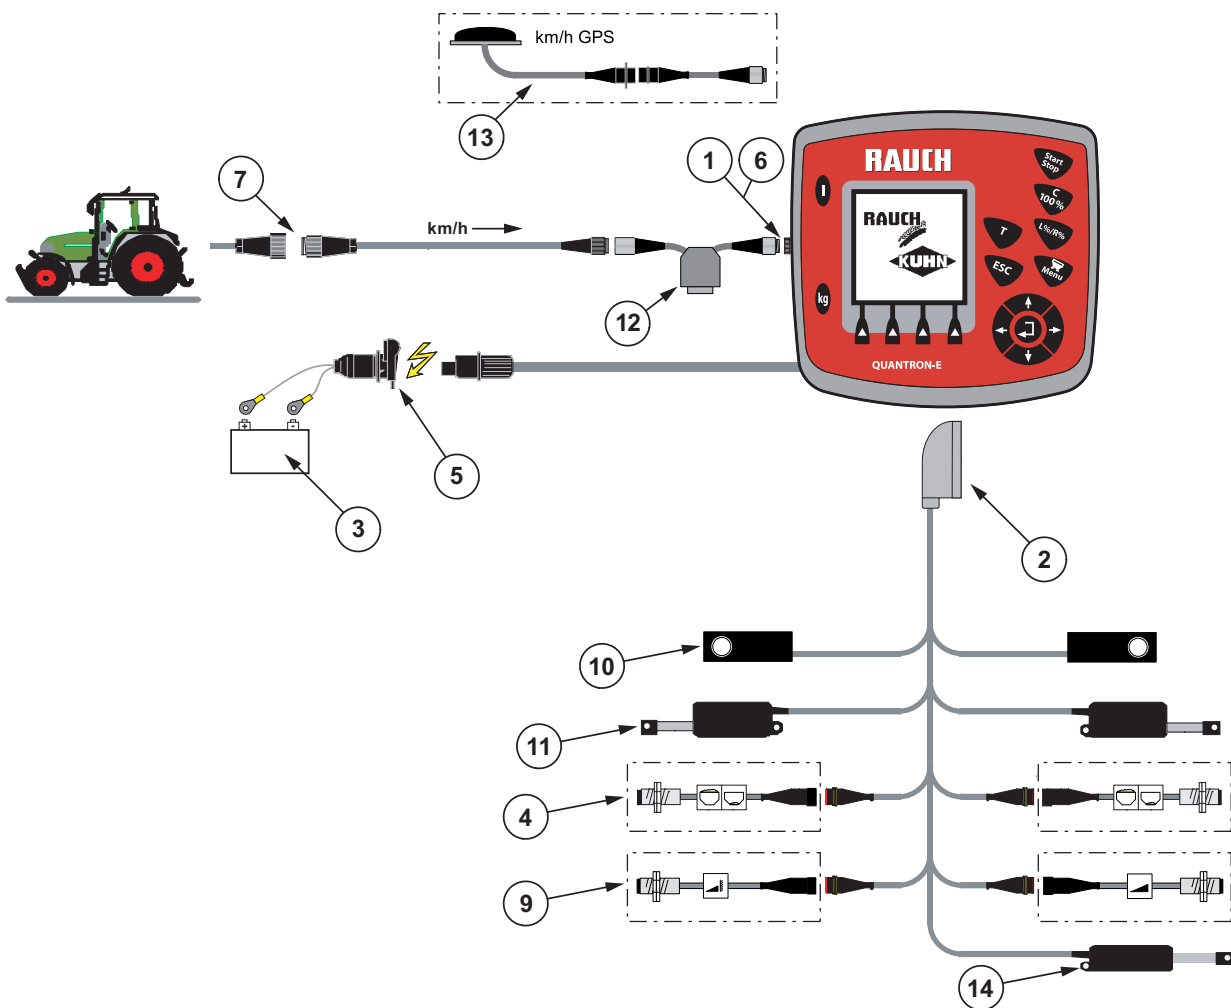
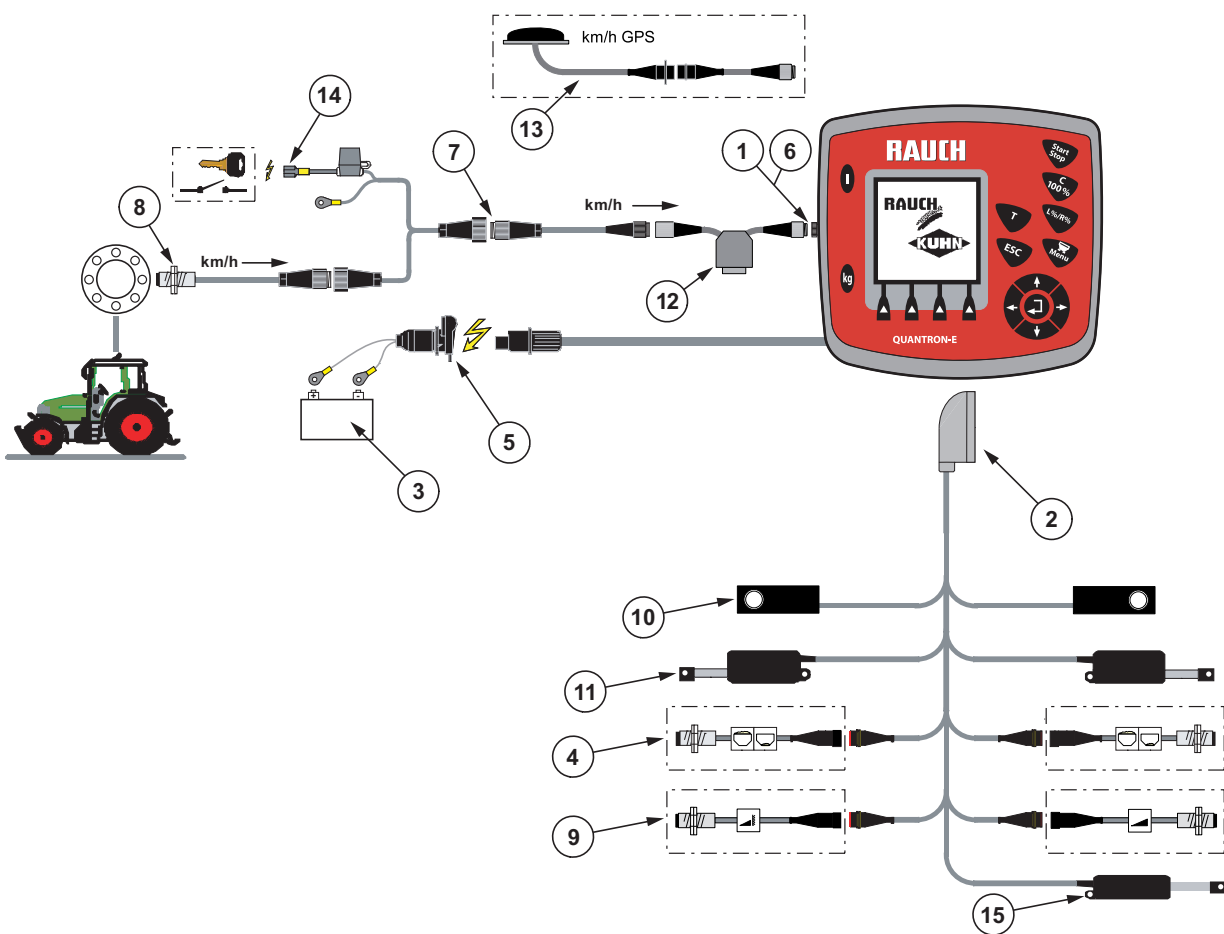

Figure 3.3: Aperçu schématique de branchement standard Quantron E (câble machine)
Figure 3.5: Aperçu schématique de branchement du câble Quantron E (câble machine)
La prise à 7 pôles pour le tracteur et le capteur de vitesse sont disponibles comme complément d'équipement (en option), voir Figure 3.3 à Figure 3.5.
- Branchez le boîtier de commande sur la prise à 7 pôles ou sur le capteur de vitesse (selon l'équipement, voir Figure 3.3 à Figure 3.5).